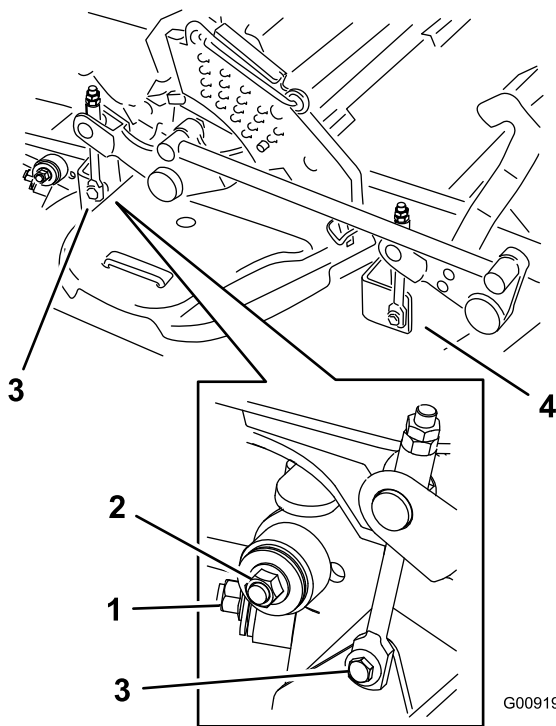

Figura 101
7. Retire y guarde los herrajes de ambos lados de la carcasa (Figura 101).